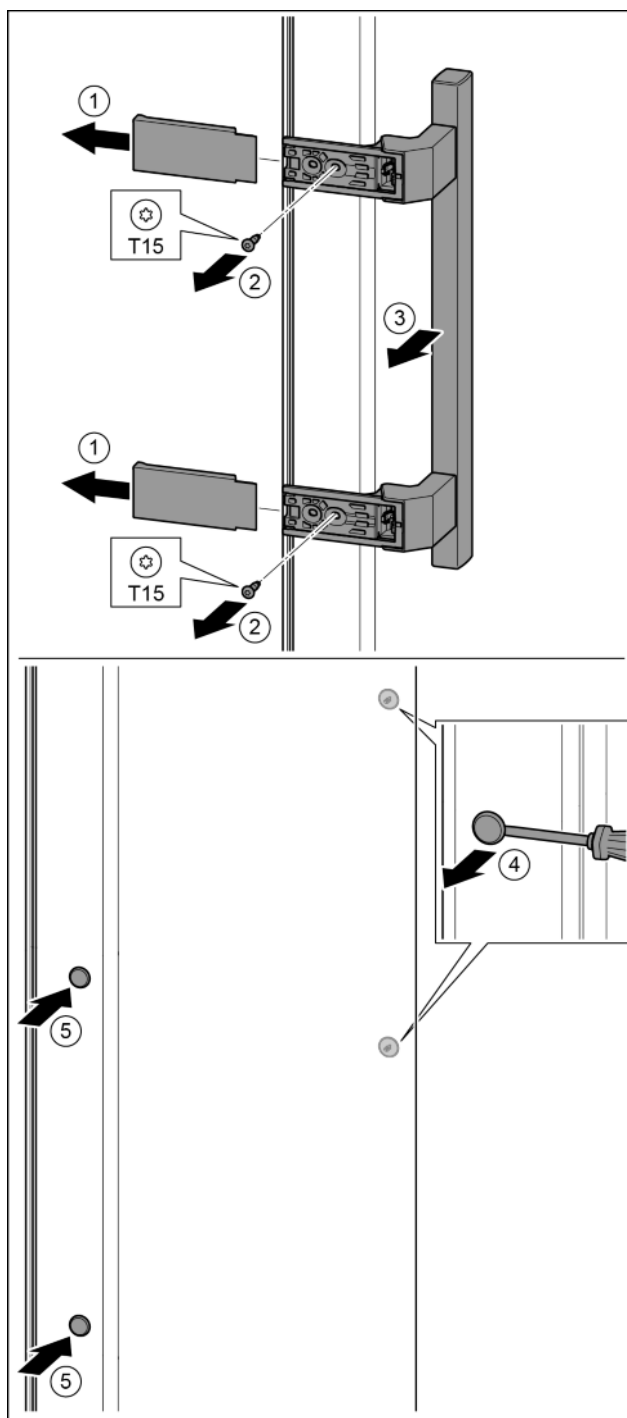

Fig. 38
- ▶ Zdjąć osłonę. *Fig. 38 (1)*
- ▶ Śruby wykręcić przy pomocy śrubokręta T15. *Fig. 38 (2)*
- ▶ Zdjąć uchwyt. *Fig. 38 (3)*
- ▶ Boczną zatyczkę ostrożnie podważyć przy pomocy śrubokręta i wyjąć. *Fig. 38 (4)*
- ▶ Zatyczkę założyć ponownie z drugiej strony. *Fig. 38 (5)*